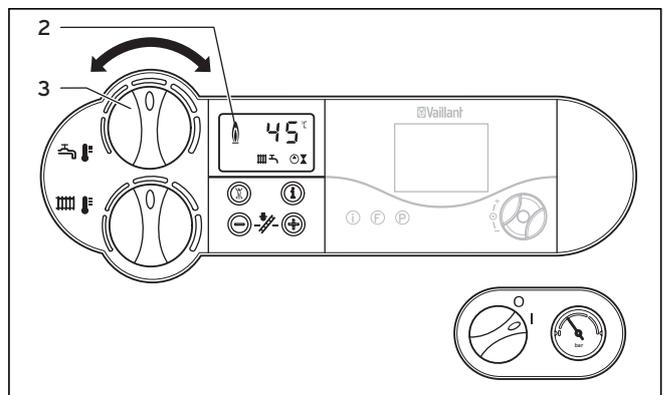

Abb. 4.6 Einstellung der Speichertemperatur
Bei Unterschreiten der eingestellten Speichertemperatur geht das Gerät selbsttätig in Betrieb und heizt den Speicher nach. Während der Speicherladung blinkt im Display (2) die Anzeige ⏏ , siehe Abbildung 4.6.
- Drehen Sie hierzu den Drehknopf (3) zur Einstellung der Warmwassertemperatur auf Linksanschlag, siehe Abbildung 4.6. Es bleibt eine Frostschutzfunktion für den Speicher aktiv.